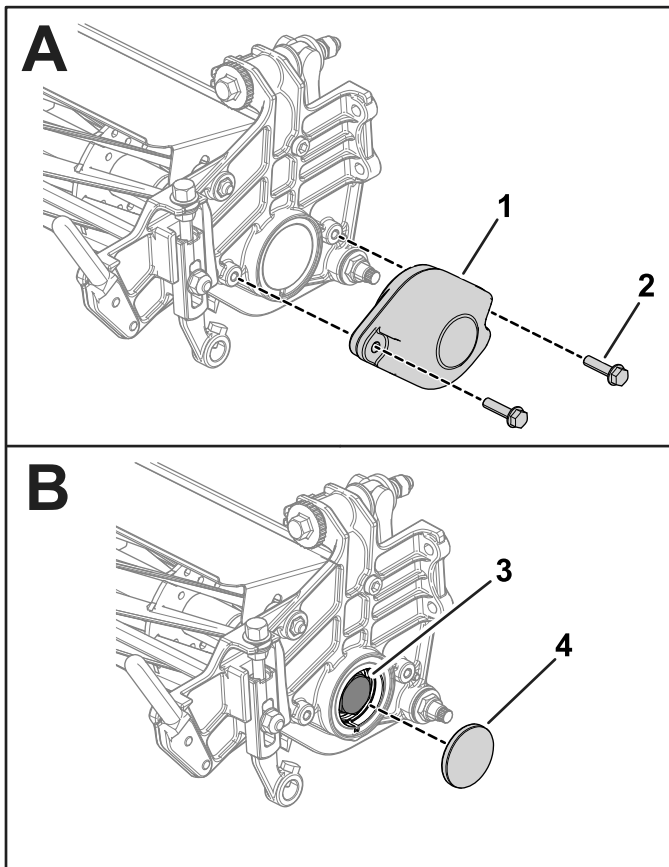

Рисунок 3
3. Отверните винты регулировки высоты скашивания и крепежные винты валика с рычагов высоты скашивания (Рисунок 3).
4. Выверните 2 болта (5/16 x 2¼ дюйма) из 2 гаек (невыпадающих, удерживаемых боковой пластиной), которые крепят противовес к боковой пластине режущего блока. Снимите противовес (Рисунок 3).
6. Снимите крышку для получения доступа к гайке подшипника (Рисунок 3).
7. Снимите с вала барабана гайку подшипника (Рисунок 3).